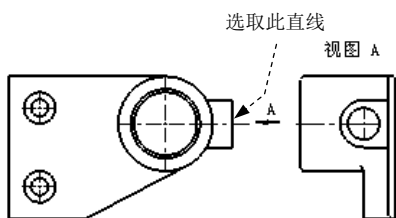

图 9.4.18 创建辅助视图
辅助视图类似于投影视图, 但它是垂直于现有视图中参考边线的展开视图。下面以图 9.4.18 为例, 说明创建辅助视图的一般操作步骤。
Step3. 选择参考线。在系统 **选择展开视图的一个边线、轴、或草图直线。** 的提示下, 选取图 9.4.18 所示的直线作为投影的参考边线。